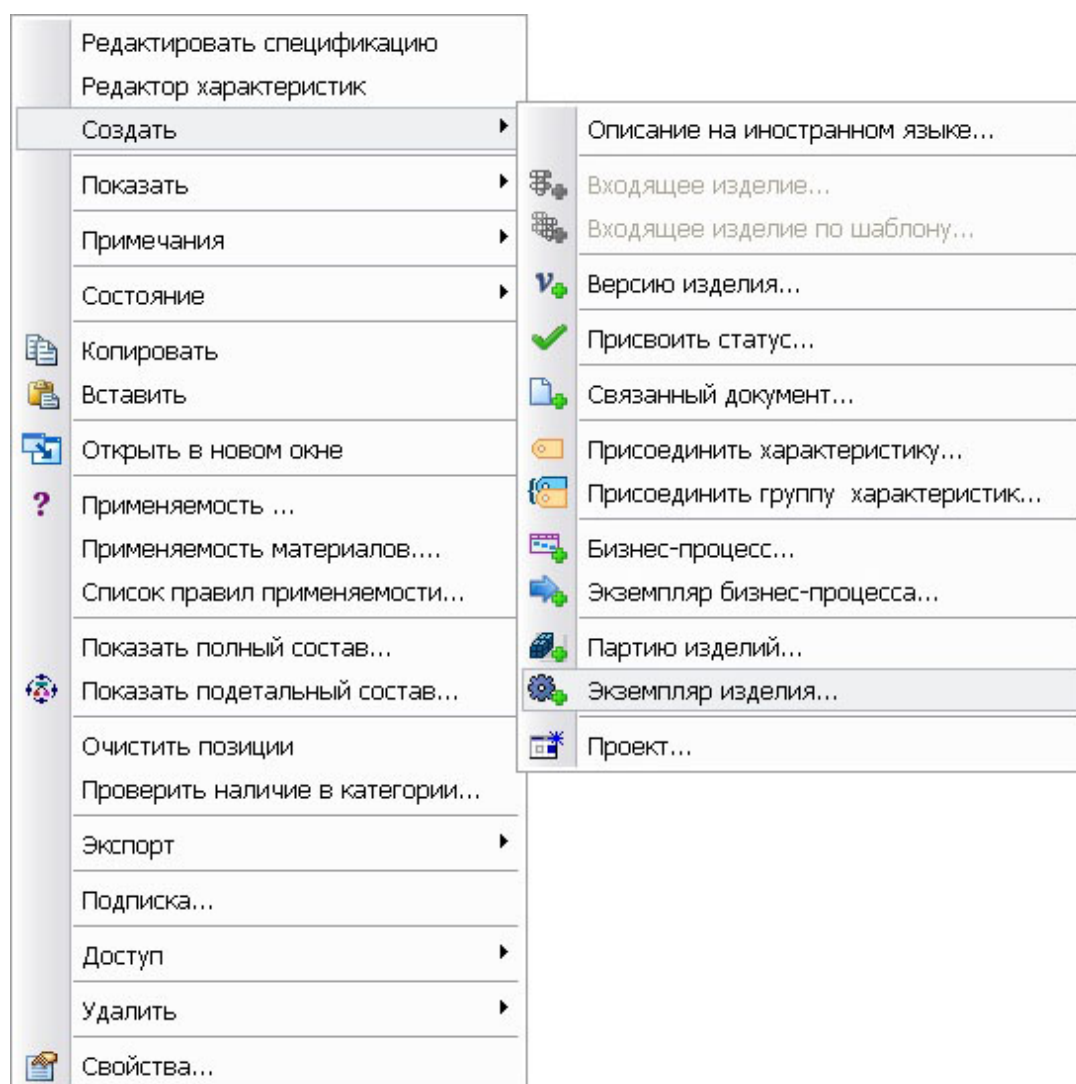

Рис. 216
2. В появившемся контекстном меню выберите пункт **Создать → Экземпляр изделия** (Рис. 216).